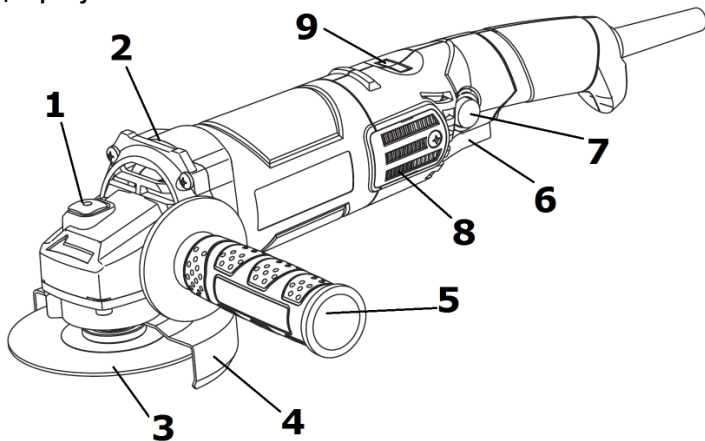

Рисунок 1
2.2.1 Конструкція виробу складається з одноступеневого редуктора з конічними шестернями в металевому корпусі (2), який приєднаний до пластикового несучого корпусу з колекторним двигуном змінного 1-фазного струму, перемикачем (6), мережевим шнуром живлення згідно з рис.1. Вихідний вал редуктора розташований перпендикулярно осі двигуна і є робочим шпинделем для приєднання змінних насадок (абразивних дисків) (3) з фіксацією затискною гайкою або накрученими на шпиндель. На металевому корпусі (2) хомутівим з'єднанням закріплений захисний кожух (4) з можливістю фіксованого позиціонування по колу. Для фіксації шпинделя під час зміни дисків (3) в корпусі редуктора (2) передбачений кнопковий фіксатор (1). Електрична частина виробу складається з колекторного однофазного електродвигуна змінного струму, вимикача електроструму, регулятора швидкості, з'єднувальних проводів і мережевого шнура. Захист від ураження електричним струмом користувача у виробу відповідає класу II за ДСТУ EN 61140:2015.